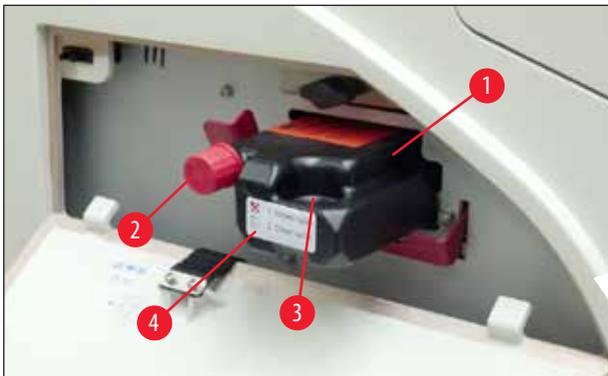

图 60
3. 揭去保护膜，将墨盒向墨盒插槽中插入一半(→ "图 60")。